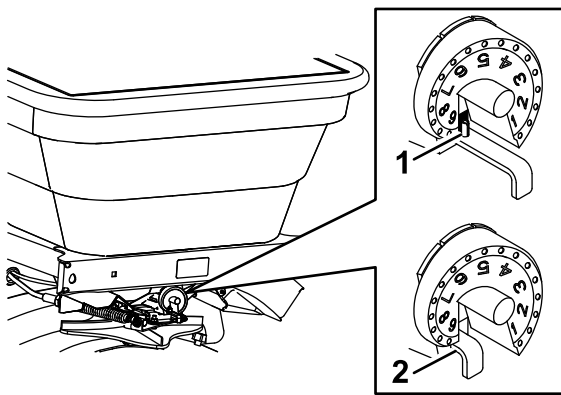

Figura 47
- A. Tire hacia fuera de la varilla de la compuerta de dosificación (Figura 47).
- B. Gire la leva del dosificador hasta que la ranura esté alineada con la varilla (Figura 47).
- C. Empuje la varilla hacia dentro (Figura 47).